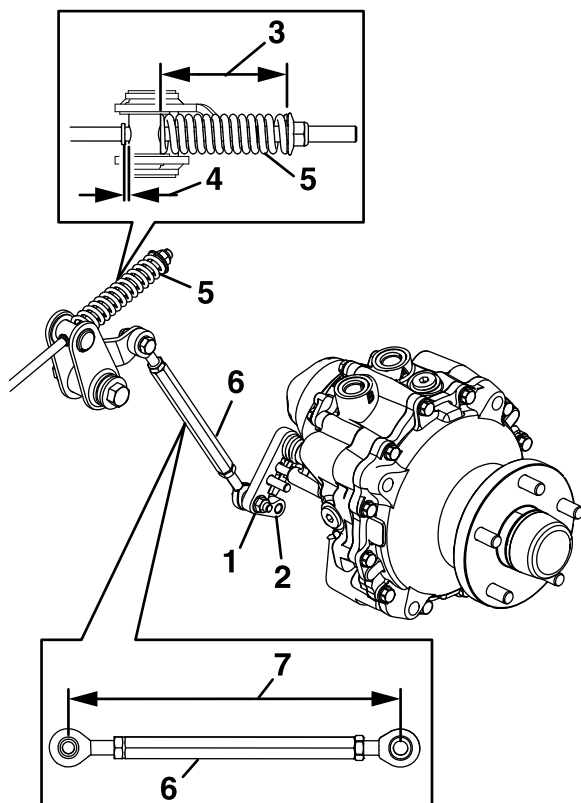

Bild 57
7. Messen Sie die Länge des Zuglenkers (Bild 57).
8. Messen Sie die Länge der Feder (Bild 57).